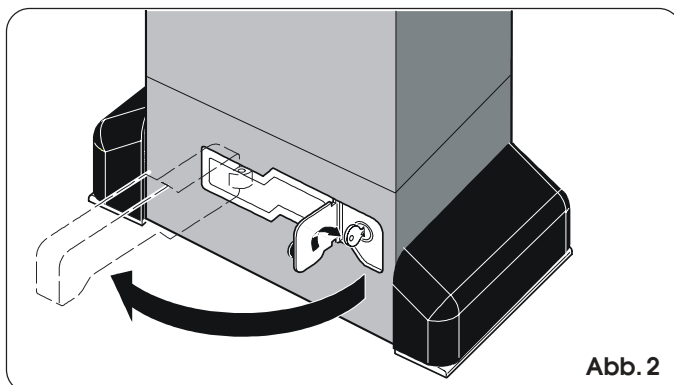

Abb. 2
- 2) Den Schlüssel in Uhrzeigersinn drehen und den Entriegelungshebel ziehen, wie in Abb. 2 gezeigt.